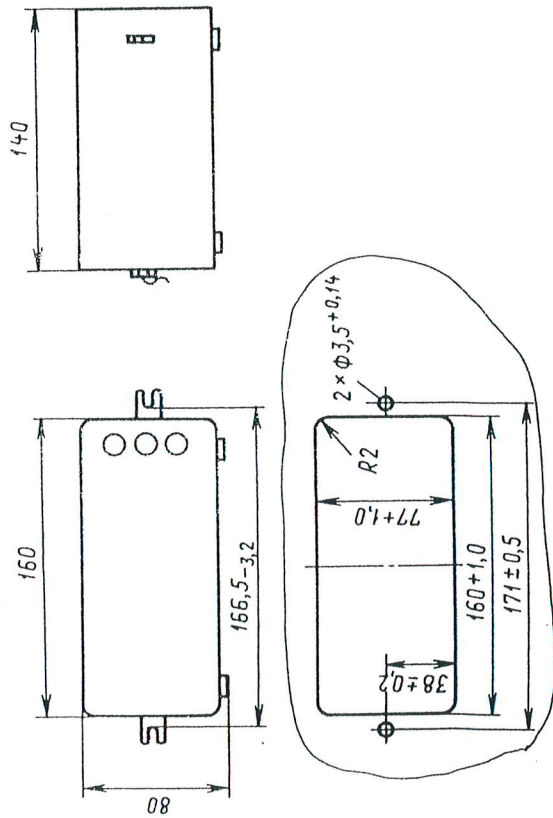

Рис.2. Габаритный чертеж секундомера и разметка шита под установку секундомера СЭЦ-10000Щ
3.11. Габаритные размеры и установочные размеры секундомера см. на рис.2.